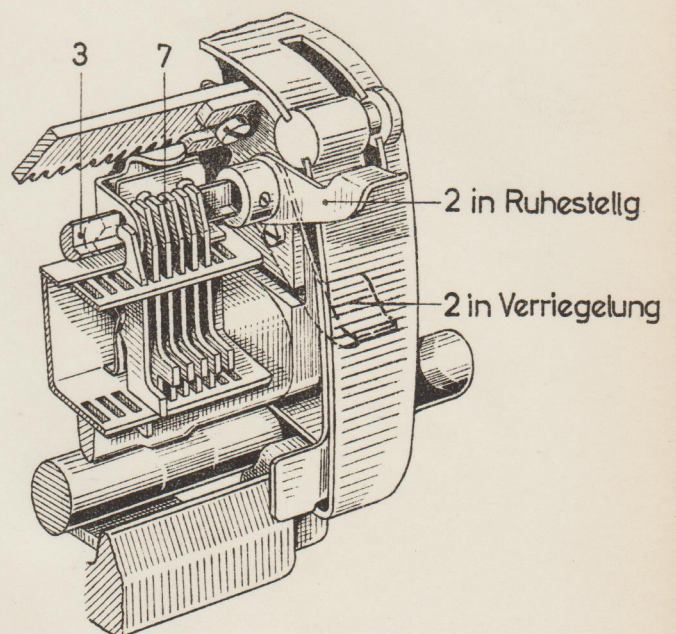

Abb. 3a
- 4) Die an dem Abdeckblech 5 oder an der Wagenseitenwand 4 vorhandene Ausnehmung 6 (s. Abb. 3a bzw. 3b) ist um den schraffierten Teil a auszuarbeiten.
- 5) Vor dem Aufsetzen des Abdeckbleches 5 ist der Falz 5a etwas zusammenzudrücken, um dem Abdeckblech einen festeren Halt zu geben (s. Abb. 3a).